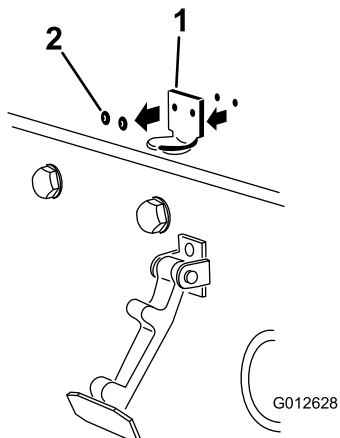

Figura 17
2. Rimuovete i rivetti (2) che fissano la staffa di bloccaggio cofano sul cofano stesso (Figura 17). Rimuovete la staffa del fermo del cofano dal cofano.